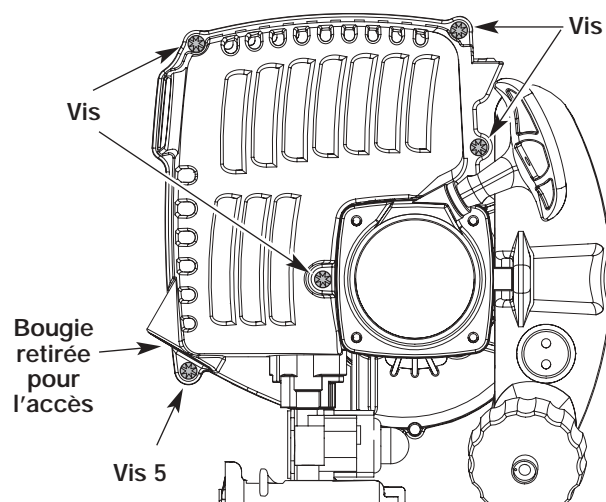

Fig. 13
2. Pour accéder au silencieux et au pare-étincelles, vous devez retirer le cache moteur. En vous servant d'un tournevis plat ou torx T-25, dévissez les cinq vis du moteur montrées dans la Figure 13.
**REMARQUE :** Vous devrez retirer la bougie pour accéder à une des vis tenant le cache moteur en place (Vis 5) (Fig. 13).